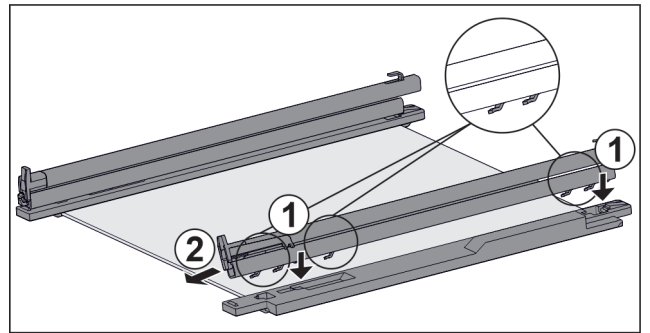

Fig. 133 Glasplatte mit Schienen und Halteteilen
- ▶ Haken der Schiene auf die Öffnungen des **linken** Halteteils setzen. Fig. 133 (1)
- ▶ Schiene nach vorne ziehen. Fig. 133 (2)
- ▶ Haken der Schiene auf die Öffnungen des **rechten** Halteteils setzen. Fig. 133 (1)